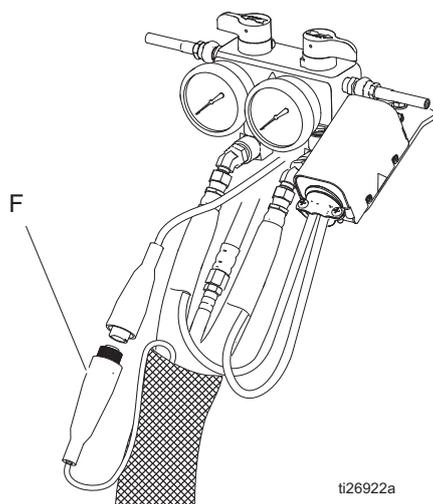

ABB. 11. Beheizter Schlauch
3. FTS-Kabel (F) am Reactor, ABB. 11 trennen.